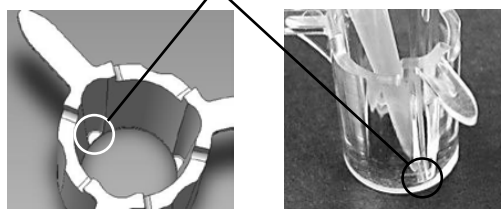

図 2 ピペット止め構造
- 4) インサート内の培地を取り除く際は、インサート内壁にあるピペット止め構造 (図 2) にピペット先端をつけて行うと細胞の剥がれが生じにくくなります。